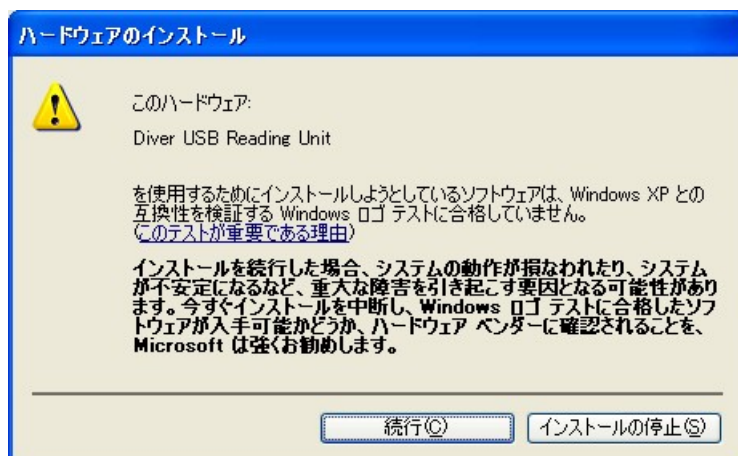

図3
4. ドライバの検索が開始され、USB 対応専用読取り器または USB 対応 DDC 通信ケーブルのドライバが検出されると図3のウィンドウが表示されますので[続行]をクリックします。